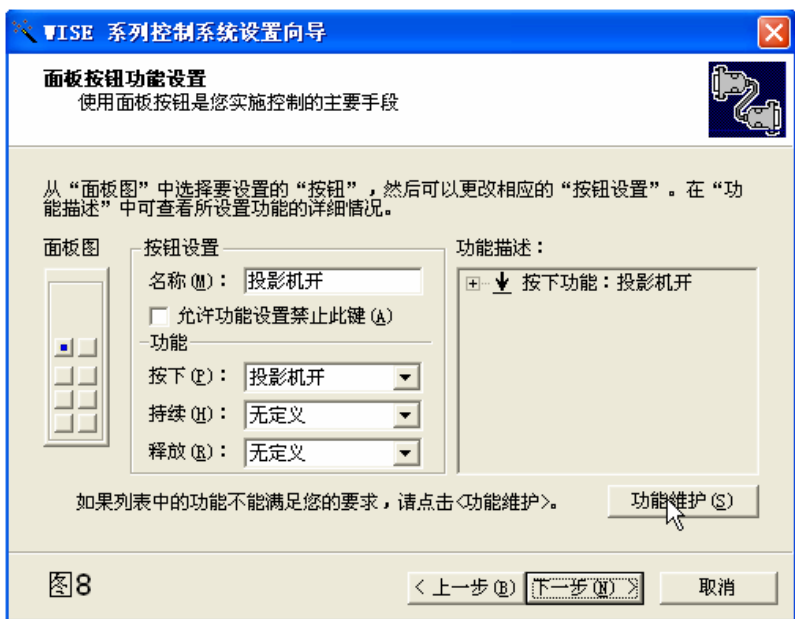

图8
- 3) 添加 RS232 串口指令：点击“下一步”，进入“功能维护”，开始添加串口指令。如图 8